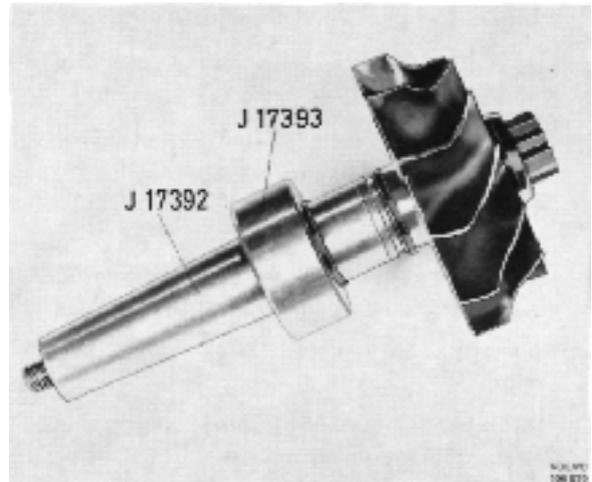

Fig. 115. Douille de montage et bague
- Pousser la douille de montage Holset J 17392 sur l'arbre de la turbine (fig. 115). Placer le segment d'étanchéité sur la douille de montage. Ne pas ouvrir le segment d'étanchéité plus que nécessaire. Mettre en place le segment d'étanchéité dans sa gorge à l'aide de la bague Holset J 17393.